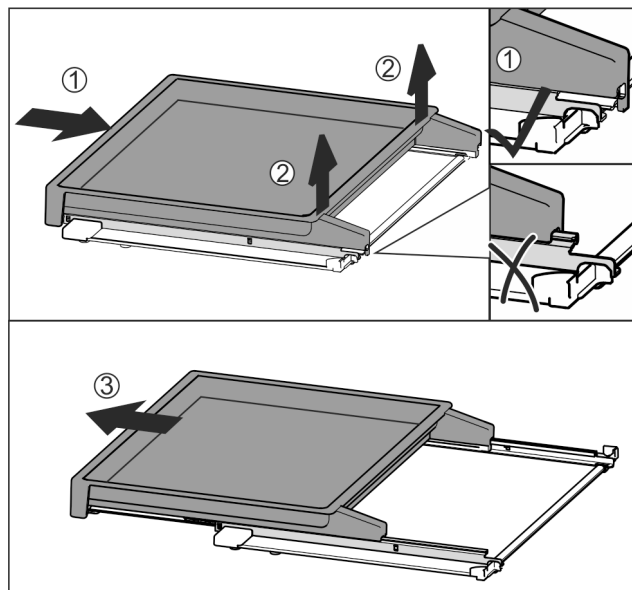

Fig. 112
- ▶ Vysouvací přihrádku zcela zasuňte Fig. 112 (1).
- ▶ Uvolněte západku na zadní straně Fig. 112 (2).
- ▶ Vysouvací přihrádku vyjměte směrem dopředu Fig. 112 (3).